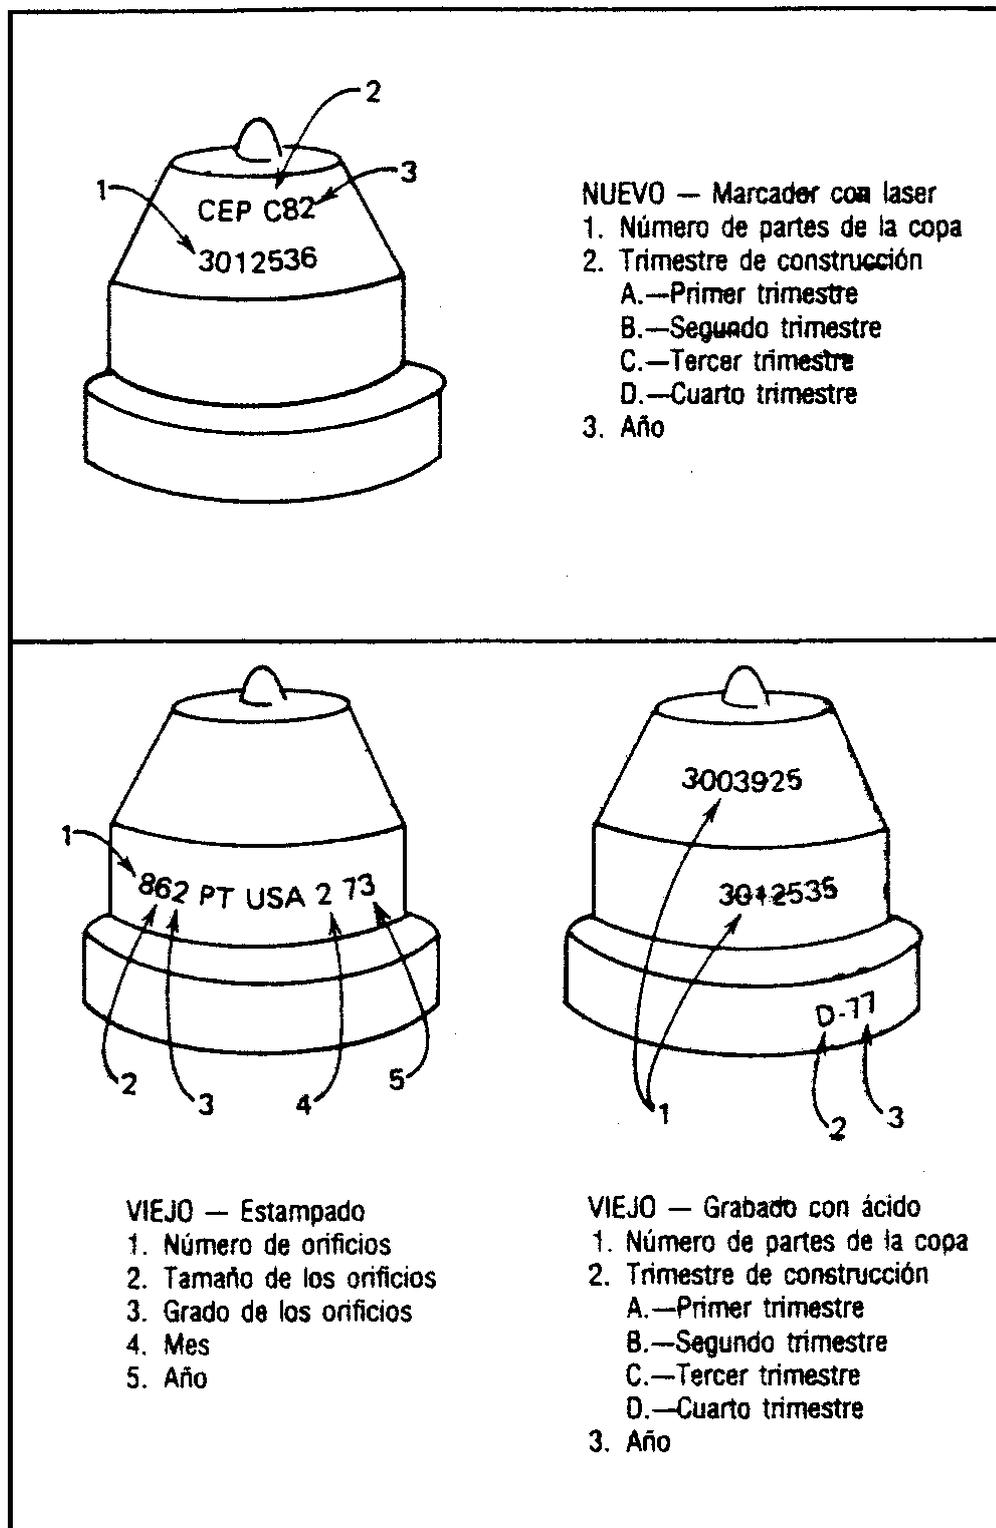

FIGURA 3.3 IDENTIFICACIÓN DE LAS COPAS DE INYECTOR
4. Este número indica el ángulo de las perforaciones de la copa del inyector, utilizando la superficie de la cabeza de cilindros o una línea imaginaria en ángulo recto al inyector como la línea base. Por ejemplo, el número 17 indicará que las perforaciones de la copa se encuentran a 17°. En la figura 3.3 aparecen tres tipos de marcas de copa.